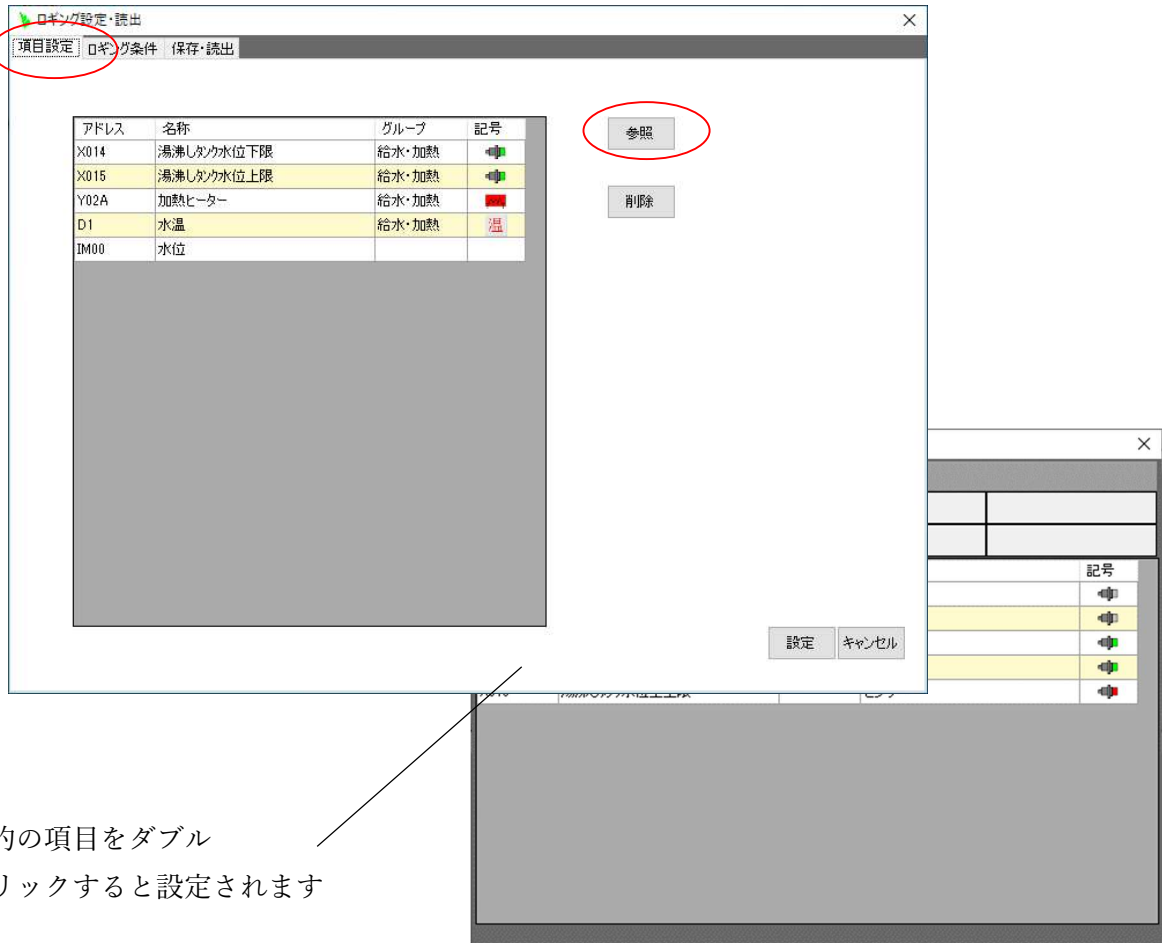

図 12-3
- (1) メインフォームの[設定]→[ロギング設定・読出]で表示されるウインドウで[項目設定]のタブをクリックします。(図 12-3)
(2)このウインドウ(図 12-3)で、[参照]ボタンをクリックすると[集中操作項目設定]ウインドウが表示されますので、記録したい入出力信号をダブルクリックして選択します。